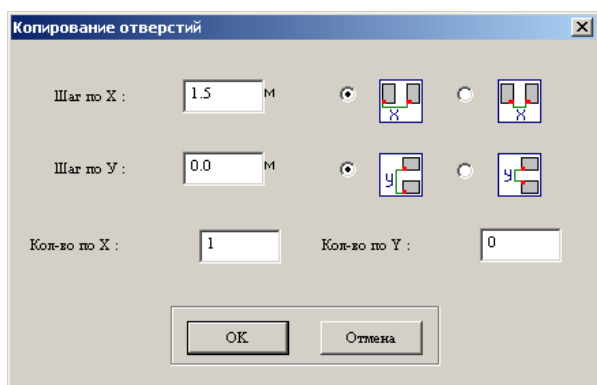

Рис.1.6.3. Окно диалога **Копирование отверстий**
- в окне диалога **Копирование отверстий** (рис. 1.6.3) задайте следующие параметры: